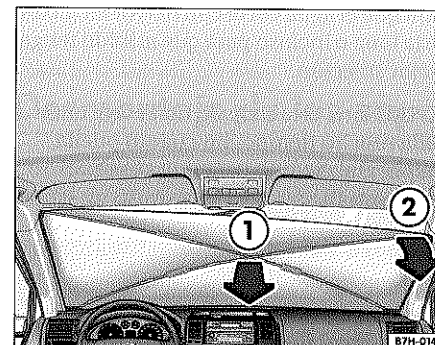

Fig. 32 Retirar el cubreventanas del parabrisas
– Doble un poco las varillas de fibra de vidrio hacia atrás ⇒ fig. 32 ①.
– Tire del lado derecho del cubreventanas aprox. 15 cm hacia atrás y retírelo ②.